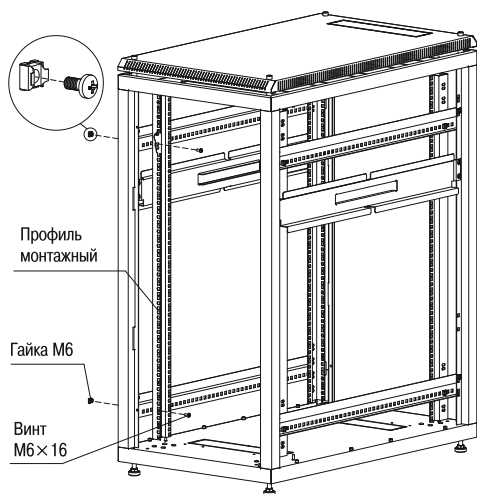

Рисунок 7
3.1.7 Вставьте гайки М6 в квадратные отверстия боковых профилей, профили монтажные закрепите винтами М6×16 с полукруглой головкой (рисунок 7).